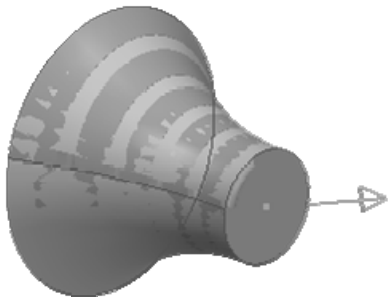

图 4-53 改变加工侧的曲面
3) 单击鼠标左键选择顺时针方向为走刀方向。系统又弹出提示“选择需要改变加工侧的曲面”,注意要保证加工侧的箭头指向圆柱外表面的外侧,如图 4-53 所示。